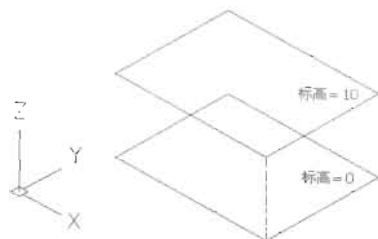

图 3-30
标高 (E): 指定矩形的标高, 即矩形在 z 轴上的高度, 这个需要在三维视图中才能观察到效果, 如图 3-30 所示是两个标高不同的矩形。